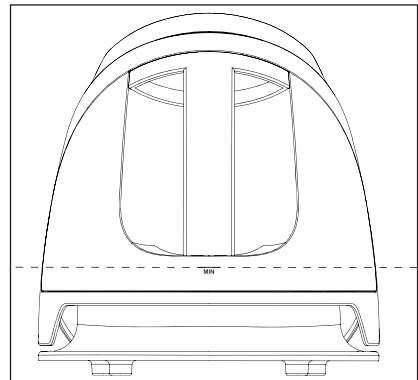

Abb. 1
- Sobald der Füllstand des Wassertanks **7** die Markierung **MIN** unterschreitet (siehe Abb. 1), wird kein Wasser mehr in die Dampfkammer gepumpt und die Dampfausgabe stoppt.